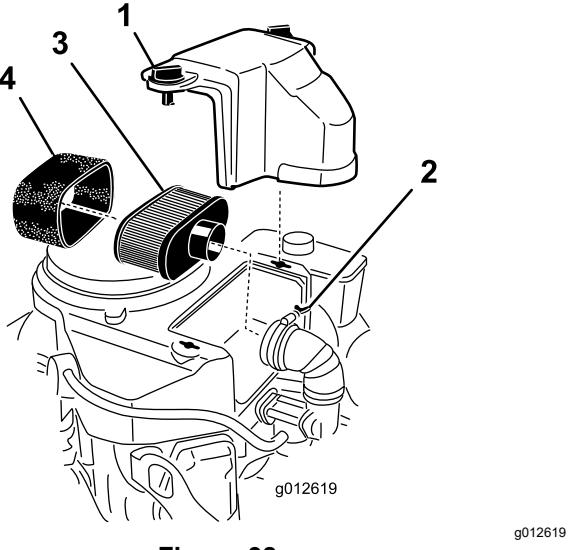

Figura 38
- Limpie alrededor del limpiador de aire de forma que la suciedad no penetre en el motor y cause daños (Figura 38).
- Afloje los botones de la tapa y retire la tapa del limpiador de aire (Figura 38).
- Afloje la abrazadera y retire el conjunto del limpiador de aire (Figura 38).
- Retire cuidadosamente el elemento de espuma del elemento de papel (Figura 38).
- Deslice cuidadosamente el elemento de espuma sobre el elemento de papel (Figura 38).
- Coloque el conjunto del limpiador de aire sobre la base o la manguera y sujetelo (Figura 38).
- Coloque en su posición la cubierta del limpiador de aire y apriete los pomos de la cubierta (Figura 38).
- Limpie el elemento de papel golpeándolo suavemente para eliminar el polvo. Si está muy sucio, cambie el elemento de papel (Figura 38).